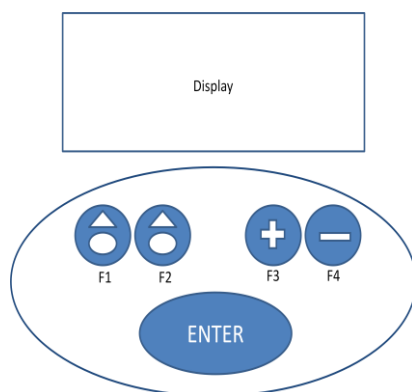

Bild 1. Fluido 2 Tastenfeld und Anzeige
4. Nach dem Start wird das Hauptmenü angezeigt. Die Steuerung der Anzeige erfolgt über das Tastenfeld direkt unter der Anzeige (Bild 1). Optionen im Hauptmenü: